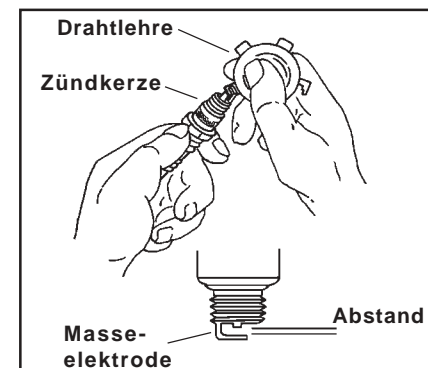

Abbildung 9. Überprüfung des Elektrodenabstands.
**Alle 200 Betriebsstunden** die Zündkerze ausbauen und ihren Zustand überprüfen. Falls erforderlich, austauschen, oder bei gutem Zustand mit einer Drahtfühlerlehre den Elektrodenabstand einstellen. Masselektrode auf den vorgeschriebenen Abstand biegen. Siehe Abbildung 9. Der Abstand für Einzylindermotoren (außer CS4-12 und CV16) beträgt 1 mm. Der Abstand für CS4-12, CV16, SV470-610, und alle Zweizylindermotoren beträgt 0,75 mm. Die Zündkerzen mit folgendem Drehmoment anziehen: **20 Nm** bei Motoren CS4-12, **28 Nm** bei Motoren SV470-610 und allen Zweizylindermotoren und **40 Nm** bei Motoren CH/CV11-16, CV460-493.